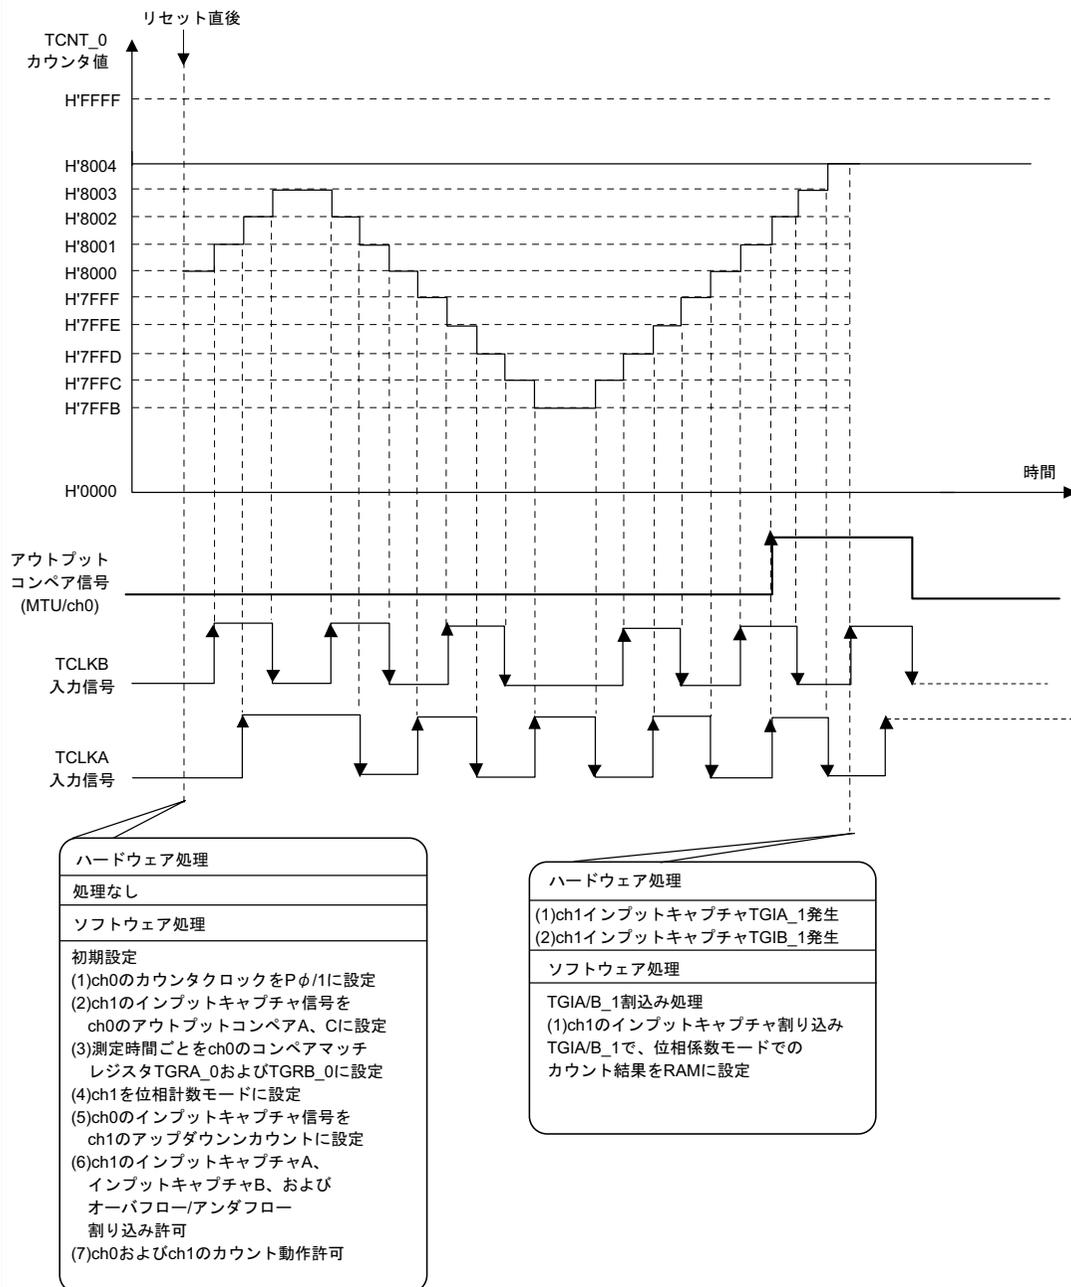

図 2.27 位相計数モードの動作原理 (2)
- (2) 図2.27に示すようにSH7046のハードウェア処理およびソフトウェア処理により、外部イベント発生時に割り込み処理を実施します。